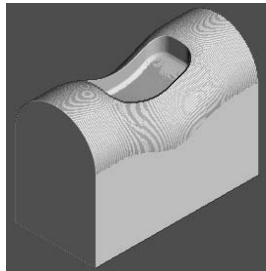

图 5-39 仿真加工结果 3
2) 在“仿真”工具栏的“当前刀具路径”下拉列表中选择要模拟的刀具路径 finish2, 然后单击“执行”按钮, 系统开始自动仿真加工, 仿真加工结果如图 5-39 所示。